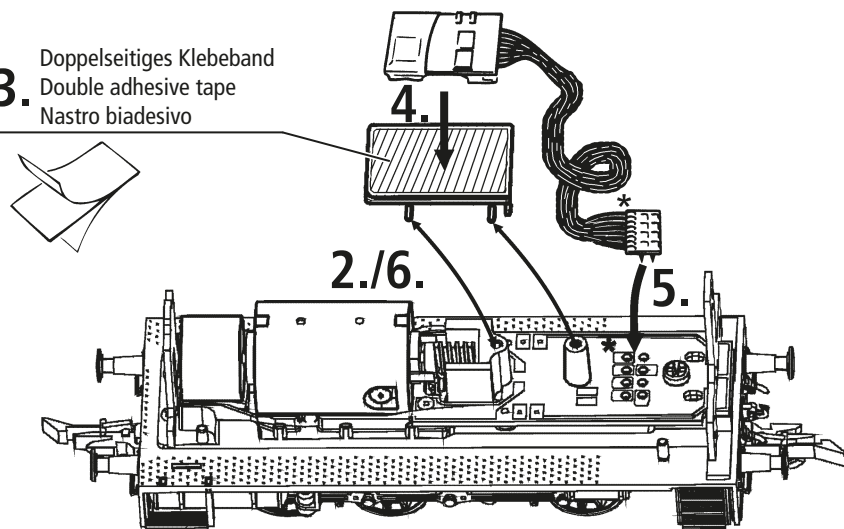

Fig. 7
**3. Kohlebürstenwechsel:** Lokgehäuse abnehmen (Fig. 4). Danach wird der Motor ausgebaut und die Kohlebürsten ausgewechselt (Fig. 7).
**3. Carbon Brush Changing:** First remove loco body (fig. 4), and then the motor (fig. 7).
**3. Sostituzione delle spazzole di carbone:** Rimuovere la carrozzeria della locomotiva (fig. 4). Dopodiché smontare il motore e sostituire le spazzole di carbone (fig. 7)